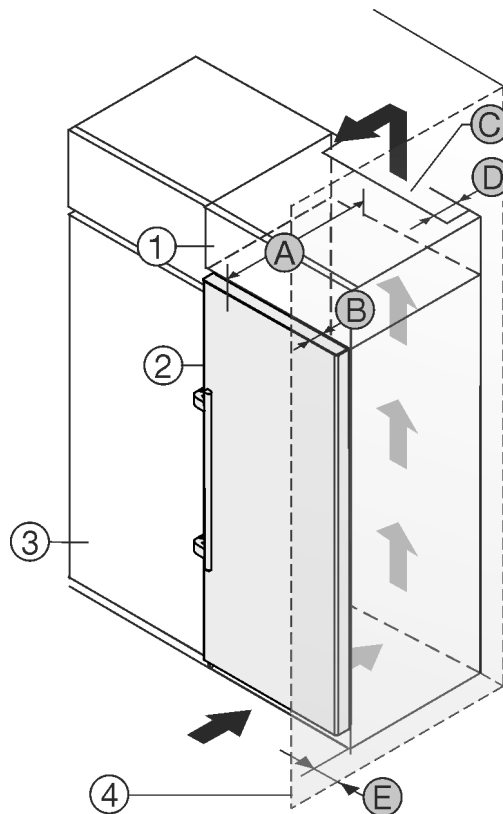

Fig. 2
- (1) Дополнительный шкафчик *
- (2) Устройство *
- (3) Кухонный шкаф *
- (4) Стена *
- (A) Глубина устройства *
- (B) Глубина двери *
- (C) Вентиляционное сечение *
- (D) Расстояние до обратной стороны устройства *
- (E) Расстояние до стороны устройства *
Вы можете установить устройство непосредственно рядом с кухонным шкафом Fig. 2 (3).
На задней стенке дополнительного шкафчика должен быть вентиляционный канал с глубиной Fig. 2 (D) по всей ширине этого шкафа.
Нужно соблюдать вентиляционное отверстие Fig. 2 (C) под нижней панелью.
Если устройство устанавливается на шарнирах у стены Fig. 2 (4), то расстояние между устройством и стеной должно быть не менее 57 мм. Это соответствует расстоянию, на которое выступает ручка при открытой дверце.
Чтобы можно было полностью открыть дверь, устройство должно выступать на глубину двери Fig. 2 (B) относительно передней стенки кухонного шкафа. В зависимости от глубины кухонных шкафов Fig. 2 (3) и использования пристенных распорок устройство может выступать и больше.